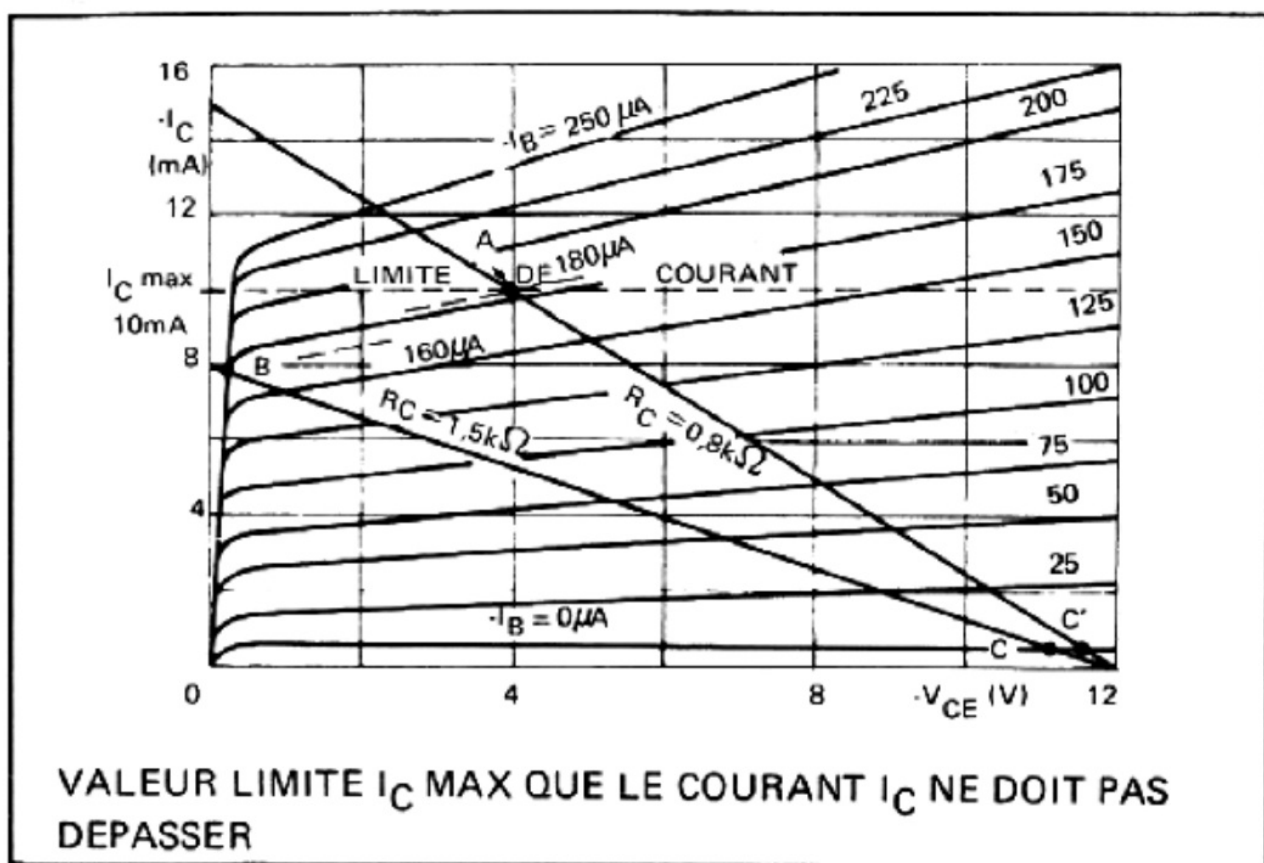

Figure 9
La figure 9 donne les caractéristiques de sortie du transistor étudié. On voit ici une ligne horizontale tracée en pointillé, passant par le point de l'échelle verticale, correspondant à la valeur maximum du courant collecteur de 10 mA.
de l'axe vertical) doit couper la droite horizontale correspondant à la limite du courant collecteur au point indiqué par A dans la figure 9.
a) Lorsque la droite de charge coupe la droite horizontale représentant la limite maximum du courant collecteur, le point de travail ne doit pas être placé au delà du point A (figure 9) tandis qu'il ne peut descendre au dessous du point C'.